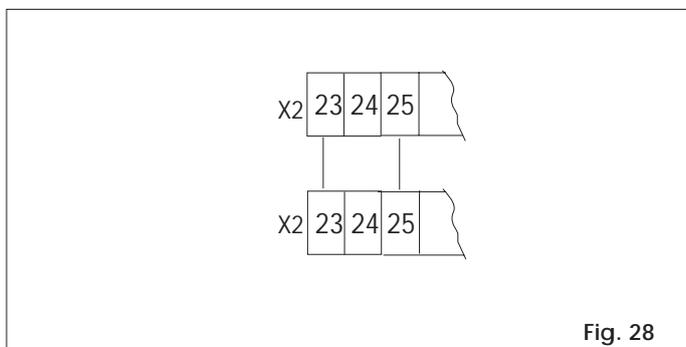

Fig. 28
- Eseguire i collegamenti tra le morsettiere X2 delle due app. elettr. 960 MP come da fig.28.